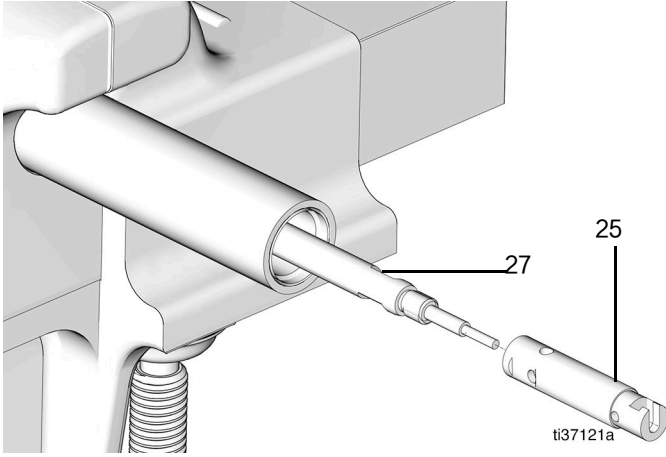
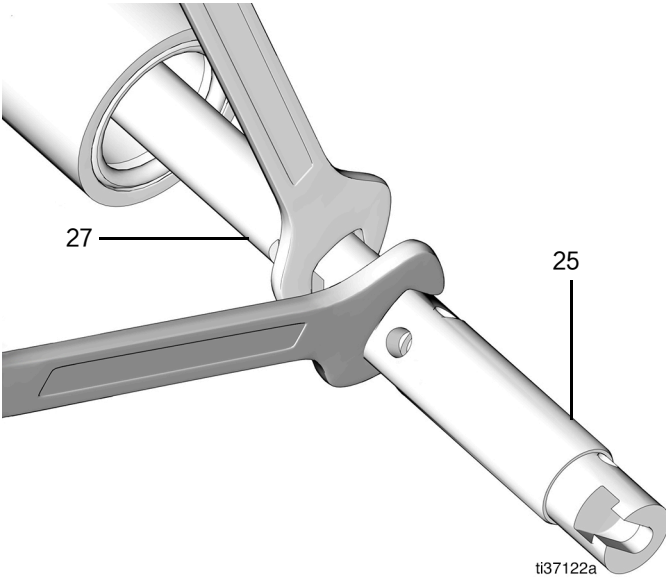

图 57
图 58
- 在泵杆 (27) 的螺纹上涂上中等强度的螺纹锁固剂。
12. 将泵活塞 (25) 放在泵杆 (27) 的末端，并用扳手拧紧（直至力矩达到 10 英尺-磅/13.6 牛•米）（图 57 和图 58）。